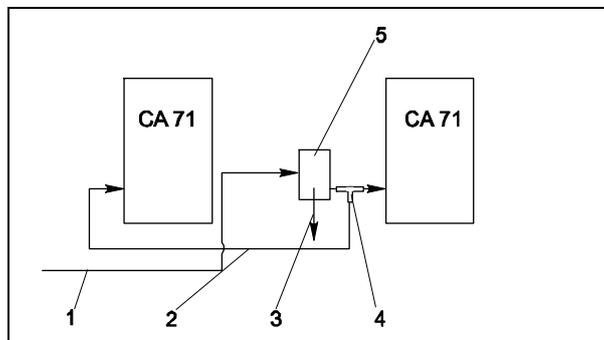

Рис. 13: Пример установки
- Расстояние между анализаторами минимально возможно: длина линии пробоотбора между Т-образным участком и вторым анализатором (рис. 13, позиция 2) составляет менее 1.5 м